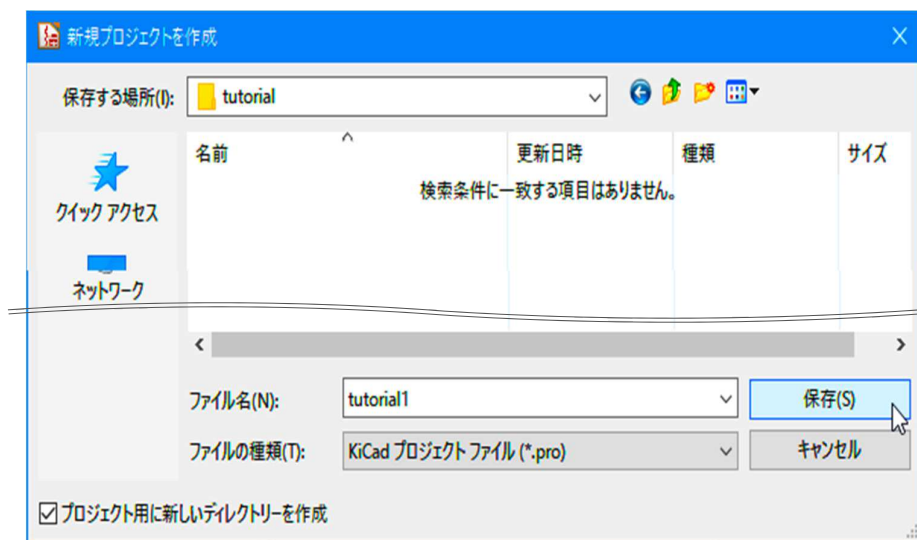

図3-2
③ ドキュメント フォルダ配下にプロジェクト名 tutorial1 でプロジェクトを生成します。図3-2